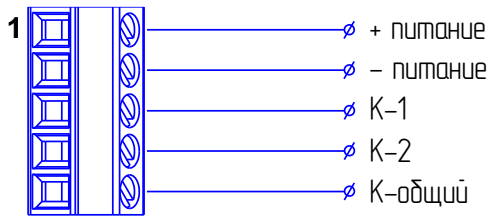

Рис. 8. СЕНС-ДКП. Схема подключения
- вставить концы проводов в клеммную колодку 10. Схема подключения рис.8.